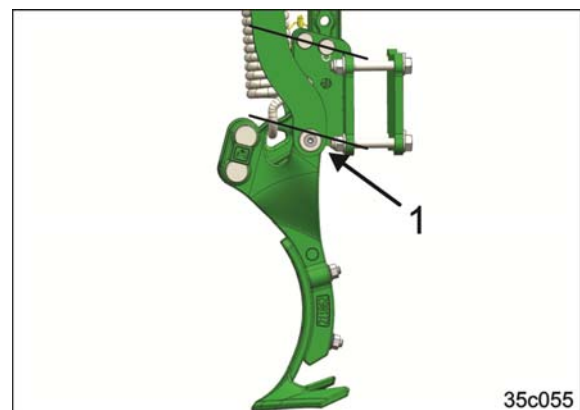

Fig. 125
- Ved å dreie mottaket til traktorsporfresen (Fig. 125/1) kan arbeidsdybden stilles inn flattere.